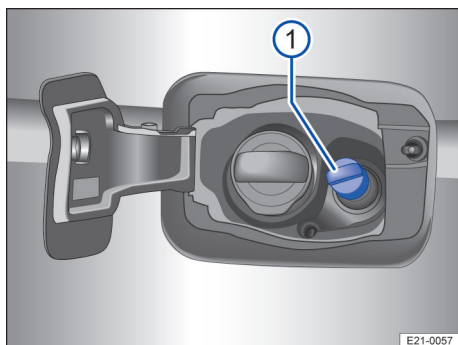

Fig. 164 În spatele clapetei rezervorului: Bușonul ștuțului de alimentare a rezervorului de AdBlue.
Ștuțul de alimentare cu AdBlue® se află în spatele clapetei rezervorului de combustibil, lângă ștuțul de alimentare cu combustibil → fig. 164 ①.